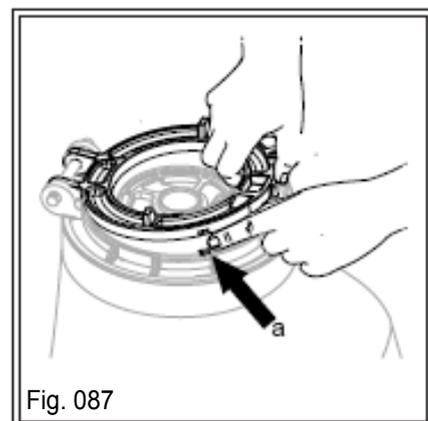

Fig. 087
g) Coloque o calço do disco, posicionando os chanfros com a base do disco "A" (Fig. 087). Feche a base apertando o parafuso borboleta, gire o disco manualmente para certificar que o mesmo esta girando livremente, monte o conjunto na unidade semeadora.